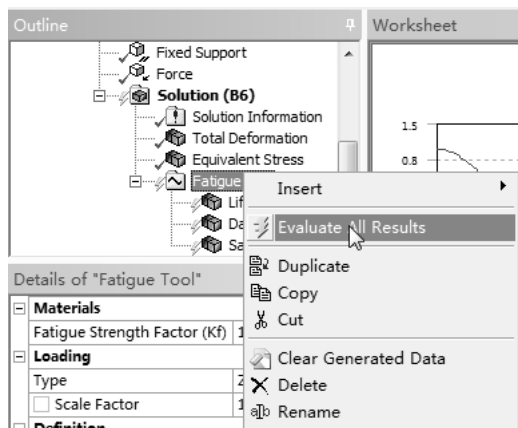

图 7-38 求解疲劳分析
1) 在【Outline (分析树)】中选择【Solution (B6)】节点，选中其下的【Fatigue Tool】选项，单击鼠标右键，在弹出的快捷菜单中选择【Evaluate All Results】命令，求解疲劳分析，如图 7-38 所示。